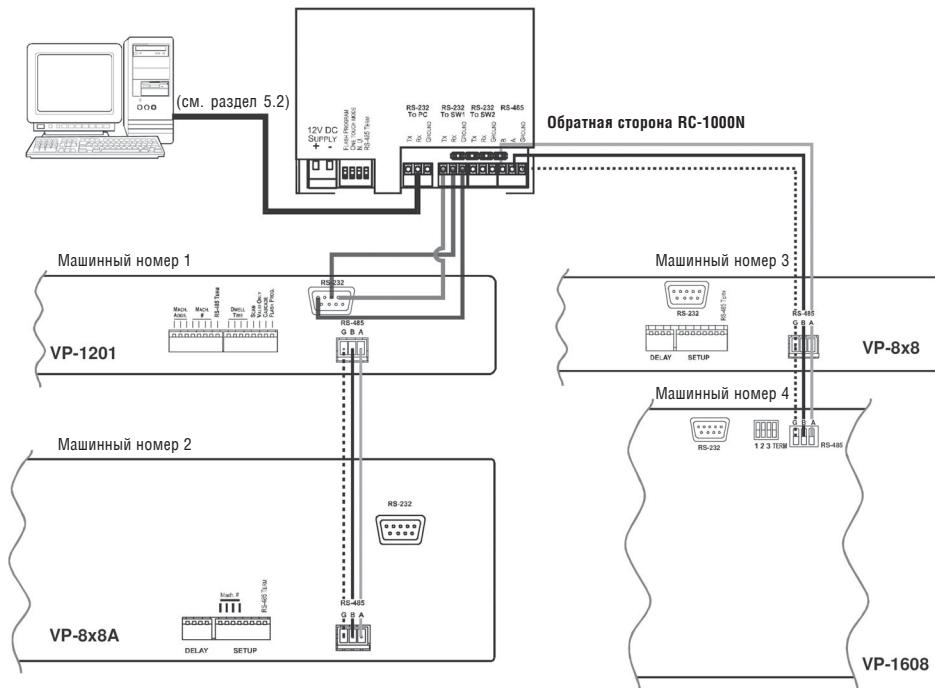

Рис. 3. Подключение приборов к RC-1000N
RC-1000N может управлять группой коммутаторов Kramer общим числом до 16. Пример на рис. 3 иллюстрирует подключение:
Подключение приборов к **RC-1000N** иллюстрирует рис. 3.
RC-1000N может управлять несколькими коммутаторами, которые подключаются через интерфейс RS-485. Пример такого подключения показан на рис. 3, где **VP-1608** подключен к **RC-1000N** через разъем RS-485 **VP-8x8**, а **VP-8x8A** — через разъем RS-485 **VP-1201**.
Например, на рис. 3 все четыре коммутатора, подключенных к панели **RC-1000N**, имеют различные машинные номера:
Для управления системой, показанной на рис. 3, вы можете:
- В группе *IN / OUT SELECTOR* нажмите кнопку с номером, соответствующим машинному номеру выбиравшего коммутатора. Выбранный номер будет отображаться мигающим на дисплее. В нашем примере на рис. 3 выбор коммутатора **VP-8x8A**, который имеет машинный номер 2, выполняется нажатием кнопки 2.
Все действия, выполняемые на **RC-1000N**, теперь относятся к прибору с машинным номером 2 (**VP-8x8A** на рис. 3).